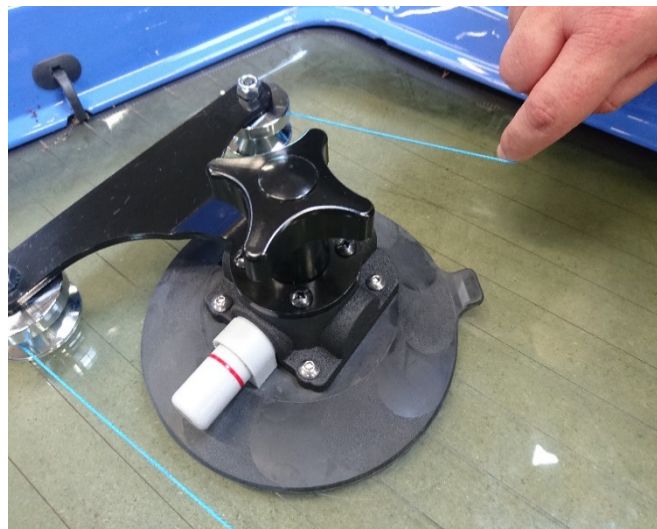

Bild 5
- (6) Ziehen Sie den Schneiddraht in ausreichenden Länge nach außen. Legen Sie den Schneiddraht um die Fahrzeugscheibe herum. Achten Sie darauf, dass der Schneiddraht an der Klebedichtmasse anliegt. Ggf. fixieren Sie den Draht mit Klebeband. Sollte der Spalt zwischen Fahrzeugscheibe und Karosserie nicht zugänglich sein, bauen Sie eventuell vorhandene Zierleisten oder Verblendungen ab.
- (7) Dann wird der Draht auf die Umlenkrollen der beiden Saugheber gelegt (Bild 5). Achten Sie dabei auf die korrekte Seilführung.
- (6) Tirez le fil de coupe vers l'extérieur à une longueur suffisante. Posez le fil de coupe autour de la vitre du véhicule. Assurez-vous que le fil de coupe est bien appliqué sur le mastic. Au besoin, fixez le fil avec du ruban adhésif. Si l'écart entre la vitre du véhicule et la carrosserie n'est pas accessible, vous pouvez démonter des moulures ou des revêtements existants.
- (7) Ensuite, le fil est placé sur les rouleaux de guidage du siphon (figure 5). Ce faisant, veillez à un guidage correct du câble.